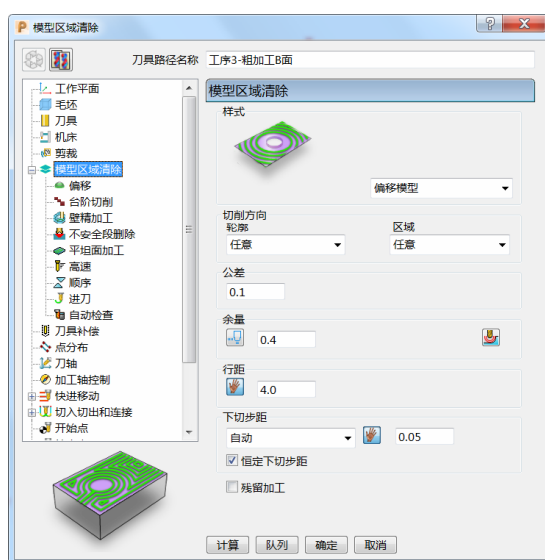

图 6-17
- 5) 模型区域清除：样式选择“偏移模型”，切削方向中的轮廓、区域均选择“任意”，设定公差“0.1”、余量“0.4”、行距“4.0”、下切步距“0.05”，勾选“恒定下切步距”。（图 6-17）